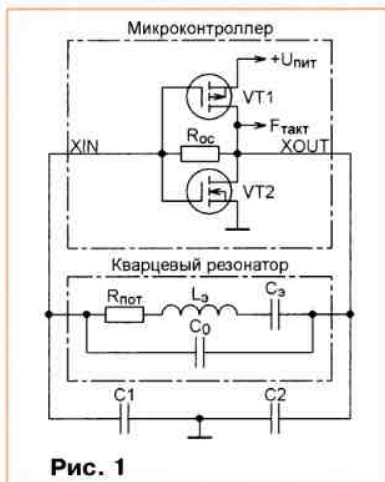

Рис. 1
1. Ответ — 1. Наиболее распространённая схема внутреннего устройства тактового генератора микроконтроллера с внешним кварцевым резонатором изображена на рис. 1. Подобную схему можно найти в [1]. Транзисторы VT1 и VT2 образуют двухтактный инвертирующий усилитель, охваченный отрицательной обратной связью через резистор R_{oc} . Кварцевый резонатор включён между его выходом и входом. Здесь он представлен эквивалентным последовательным колебательным контуром L_0C_0 и сопротивлением потерь $R_{пот}$. Паразитная ёмкость,
кварцевого генератора, выведя рабочую точку усилителя на линейный участок передаточной характеристики. Его устанавливают в тех случаях, когда внутренний резистор R_{oc} (рис. 1) в микроконтроллере отсутствует. Причина отсутствия внутреннего резистора чаще всего в том, что для того чтобы не шунтировать резонатор (особенно низкочастотный), его сопротивление должно быть очень большим. А высокоомные резисторы занимают на кристалле микросхемы слишком много места. О необходимости установки резистора R1 и его рекомендованном сопротивлении обычно сказано в документации на микроконтроллер конкретного типа.